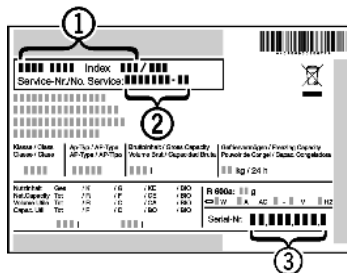

Fig. 22
- ▶ Читать обозначение устройства Fig. 22 (1), сервисный номер Fig. 22 (2) и серийный номер Fig. 22 (3) с заводской таблички. Заводская табличка находится внутри устройства слева.